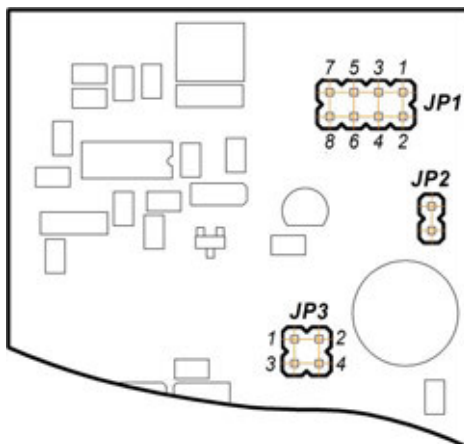

Рисунок 5.2 – Положение переключек на плате блока БУС-41
5.2.2 Для переналадки блока на другие типы входного сигнала используйте рисунок 5.2 и таблицы 5.2.1 и 5.2.2.